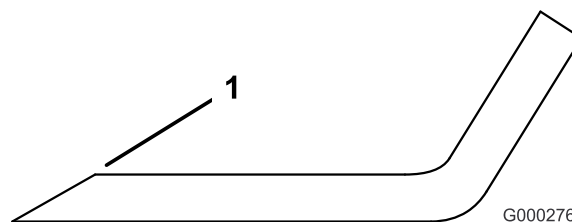

Figure 60
1. Au moyen d'une lime, aiguiser les tranchants aux deux extrémités de la lame (Figure 60). Veillez à conserver l'angle de coupe d'origine. Limez la même quantité de métal sur chacun des deux tranchants pour ne pas déséquilibrer la lame.